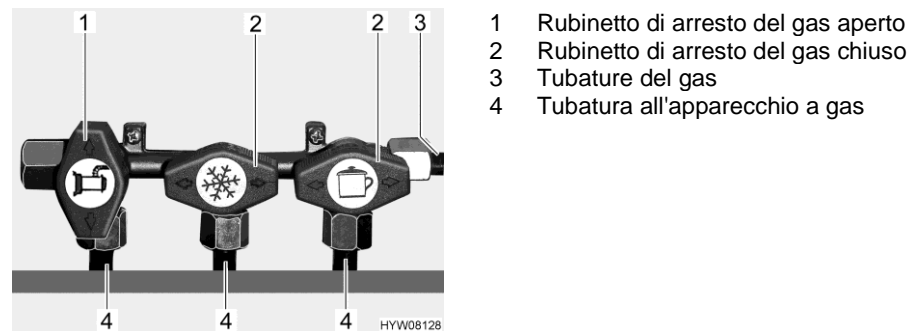

Fig. 101 Posizione dei rubinetti di arresto del gas (esempio)
- Apertura:** ■ Posizionare il rubinetto di arresto del gas dell'apparecchio a gas corrispondente parallelamente (Fig. 101,1) alla tubatura (Fig. 101,4) che alimenta l'apparecchio a gas.
- Chiusura:** ■ Posizionare il rubinetto di arresto del gas dell'apparecchio a gas corrispondente trasversalmente (Fig. 101,2) alla tubatura (Fig. 101,4) che alimenta l'apparecchio a gas.